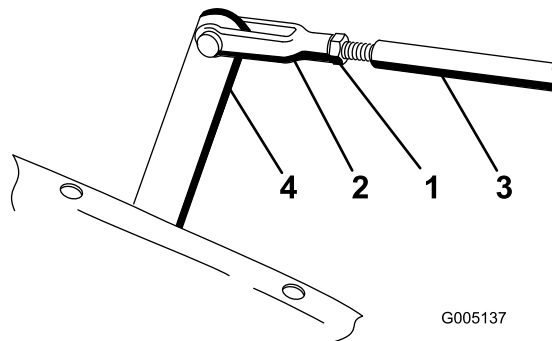

Bild 44
3. Bewegen Sie den Einstellhebel per Hand um die Mäh- und Hubpedale zu nivellieren. Stellen Sie dann das Joch an der Schaltstange so ein, dass das Loch im Joch mit dem im Einstellhebel übereinstimmt (Bild 44).